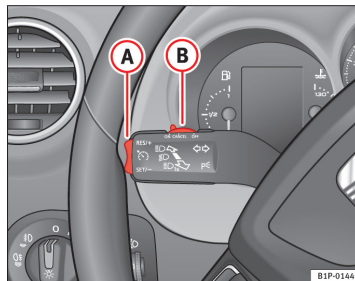

Fig. 133 Blink- og fjernlysarm: kontakt og vippeknop til fartpilot
- Tryk på den øverste del af vippeknappen **RES/+** ⇒ Fig. 133 **A** for at øge hastigheden. Når du holder vippeknappen inde, accelererer bilen. Når du slipper vippeknappen, bliver den nye hastighed gemt.
Når du reducerer den gemte hastighed ved at træde på bremsepedalen, bliver fartpiloten deaktiveret. Ved at trykke en enkelt gang på den øverste del af vippekappen **RES/+** ⇒ Fig. 133 **A** kan du aktivere fartpiloten igen med den gemte hastighed.